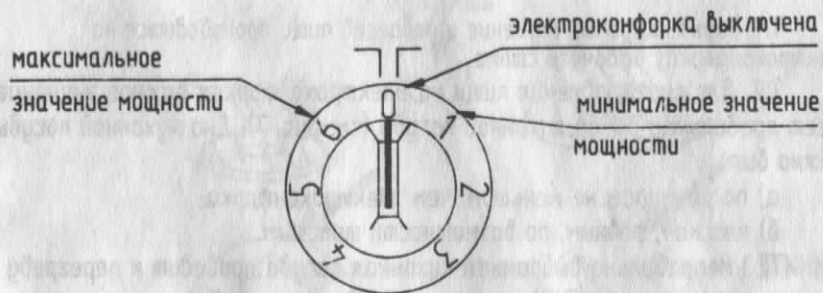

Рис. 8
7.4. Мощность двух правых электроконфорок и передней левой, диаметром 145 мм, регулируется семипозиционными переключателями мощности поз.6 (рис.2). Для того, чтобы включить одну из этих электроконфорок и установить требуемую мощность, необходимо повернуть ручку переключателя в одно из шести положений (см. рис. 8), вращая ее по часовой или против часовой стрелки. Положение 6 соответствует максимальной мощности.
Примечание. Вместо бесступенчатого переключателя мощности в электроплите может быть установлен семипозиционный переключатель мощности (рис. 8)